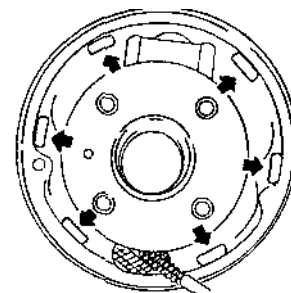

Рис. 7.47.
- смазать тонким слоем консистентной смазки на опорном щите места прилегания тормозных колодок (рис. 7.47);